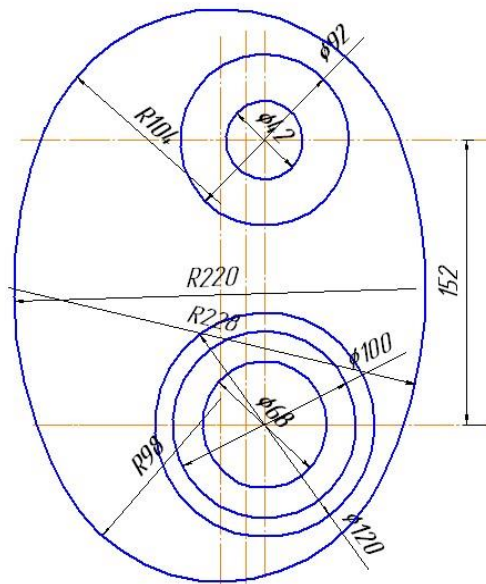

Рис.5. Команда «Усечь кривую»
5. Удалить ненужные части окружностей. Использовать команду –  **Усечь кривую** панели **Редактирования** (рис. 5).